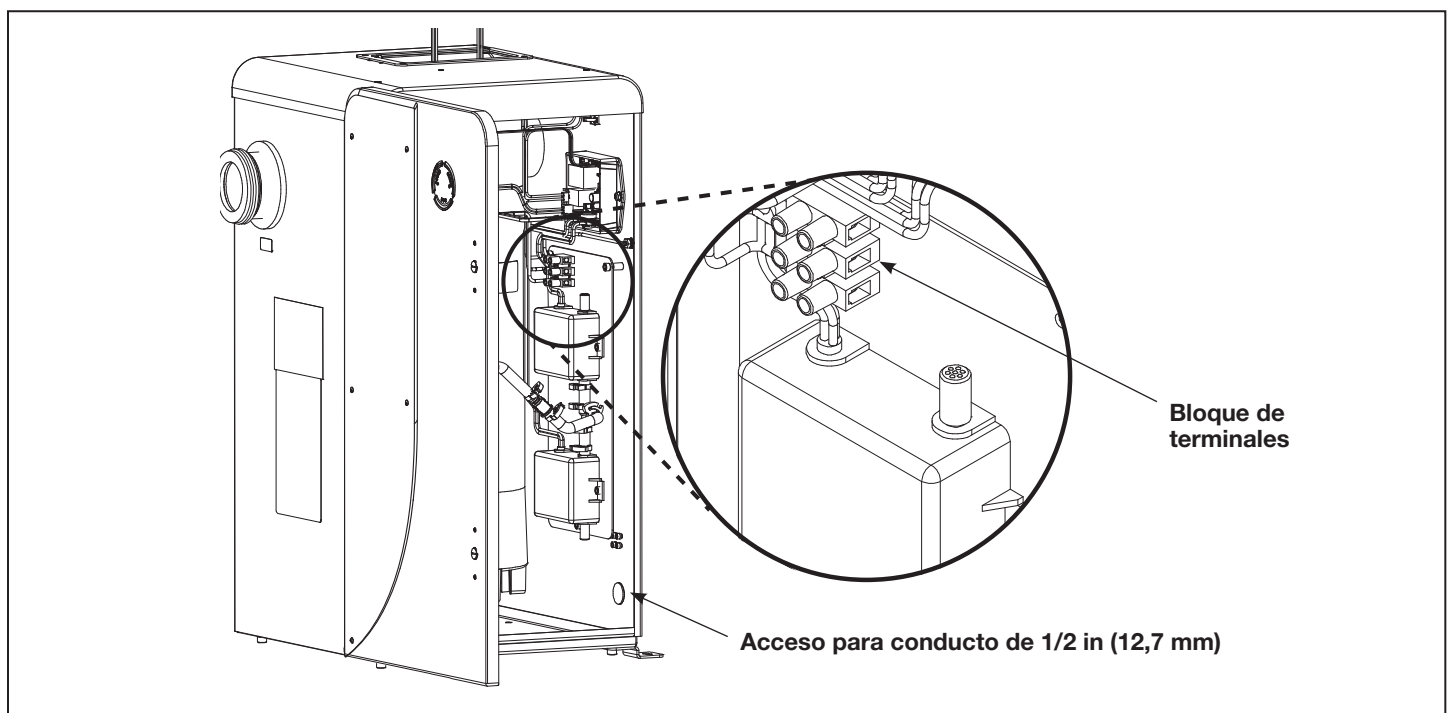

Figura 7. Instrucciones para el bloque de terminales y el cableado
- Conecte la línea 1, la línea 2 o el neutro y la conexión a tierra al bloque de terminales como se indica en la etiqueta del panel eléctrico ubicado en el lado derecho interno de la estructura. Consulte la Figura 7.